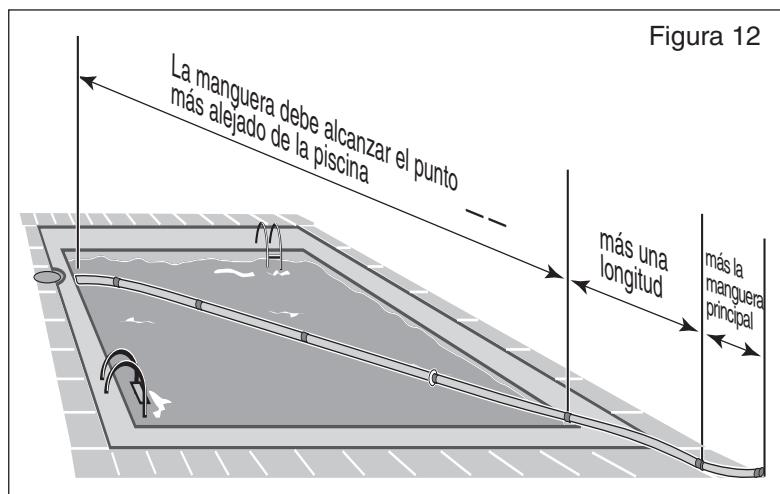

Figura 12
2. La manguera debe tener la longitud suficiente para alcanzar el extremo de la piscina, más una sección adicional y la manguera principal. Véase la **Figura 12**.